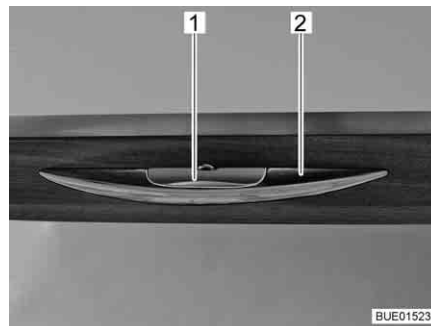

Bild 76 Griff mit Entriegelungsleiste
- Entriegelungsleiste (Bild 76,1) drücken und gedrückt halten.
- Am Griff (Bild 76,2) ziehen, bis die Möbelklappe offen ist.